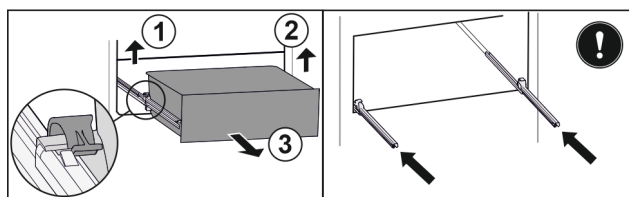

Fig. 125
- Sollevare il morsetto sinistro e allo stesso tempo tirare in avanti il cassetto sinistro. Fig. 125 (1)
- Sollevare il morsetto destro e allo stesso tempo tirare in avanti il cassetto destro. Fig. 125 (2)
- Rimuovere il cassetto tirandolo in avanti. Fig. 125 (3)